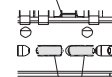

Fig. 17c
5. Décoller le coffrage du béton à l'aide des coins de compression. Fig. 17c.